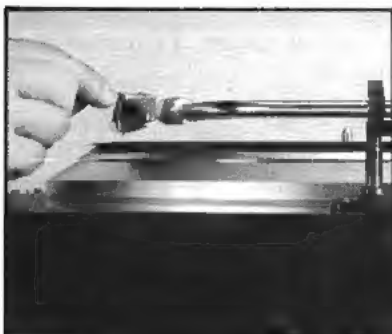

Fig. 9 Abb. 9
3. Put a disc record on the platter and move the tonearm onto the record. See if the tonearm is horizontal when a stylus tip is nearly touching to the record surface. (Fig. 9)
3. Legen Sie eine Schallplatte auf den Plattenteller und führen Sie den Tonarm über die Schallplatte. Stellen Sie fest, ob der Tonarm, kurz bevor die Nadelspitze die Schallplattenoberfläche berührt, horizontal ist (Abb. 9).
3. Placer un disque sur le plateau et déplacer le bras de lecture sur le disque. Regarder si le bras de lecture est horizontal lorsque la pointe de lecture touche presque la surface du disque. (Fig. 9)